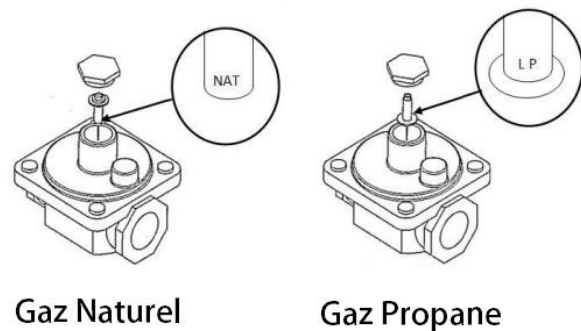

Fig. 2
2. Régler le régulateur en inversant le bouchon à ressort du régulateur (Fig. 2).